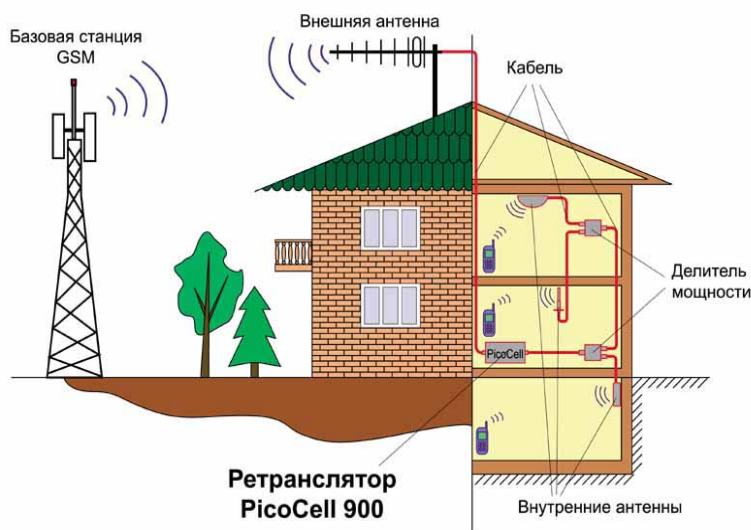

Рисунок 1. Пример системы с ретранслятором *PicoCell 900 SXA*.
3. Присоедините разъемы кабелей от антенн к соответствующим разъемам ретранслятора (см. рис.1). Внутренние поверхности ВЧ разъемов должны быть чистыми. В случае попадания пыли или влаги внутрь ВЧ разъемов следует перед соединением протереть их ветошью или ватным тампоном, смоченными чистым спиртом и высушить.